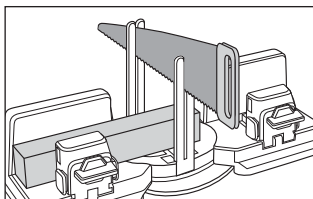

Fig. 7
- ◆ Sujete el producto firmemente con una mano por uno de los brazos móviles ❶.
- ◆ Con la otra mano, introduzca la sierra desde arriba por las barras guía ❷ (consulte la fig. 7).